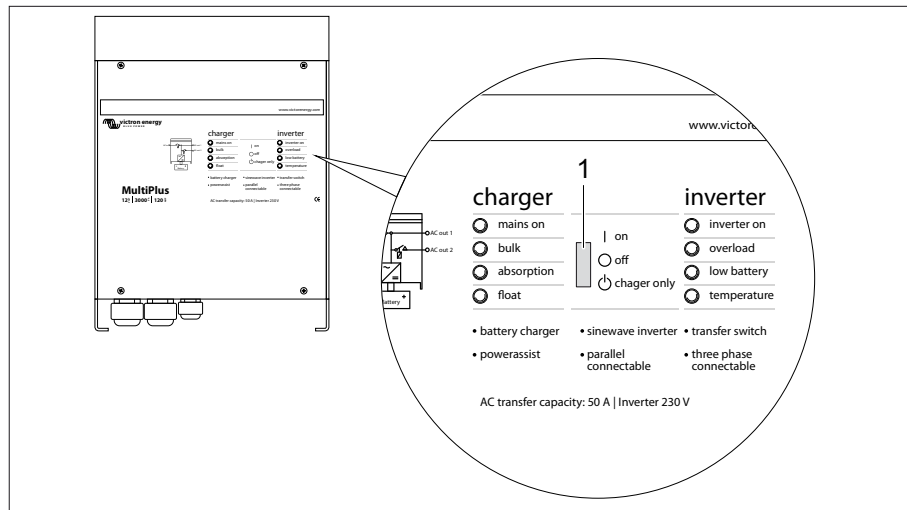

Bild 242 Växelskiftare MultiPlus
För korrekt funktion hos den Digital Multi Control-panelen måste vippknappen på växelskiftaren MultiPlus (Bild 242,1) stå i läge "on".
(Bild 242,1)*
- ▷ Om ingen 230 V-anslutning föreligger och fordonet inte längre används måste vippknappen (Bild 242, 1) stå i läge "off". Annars kan det hända att batterierna är tomma efter senast 3–4 dagar.